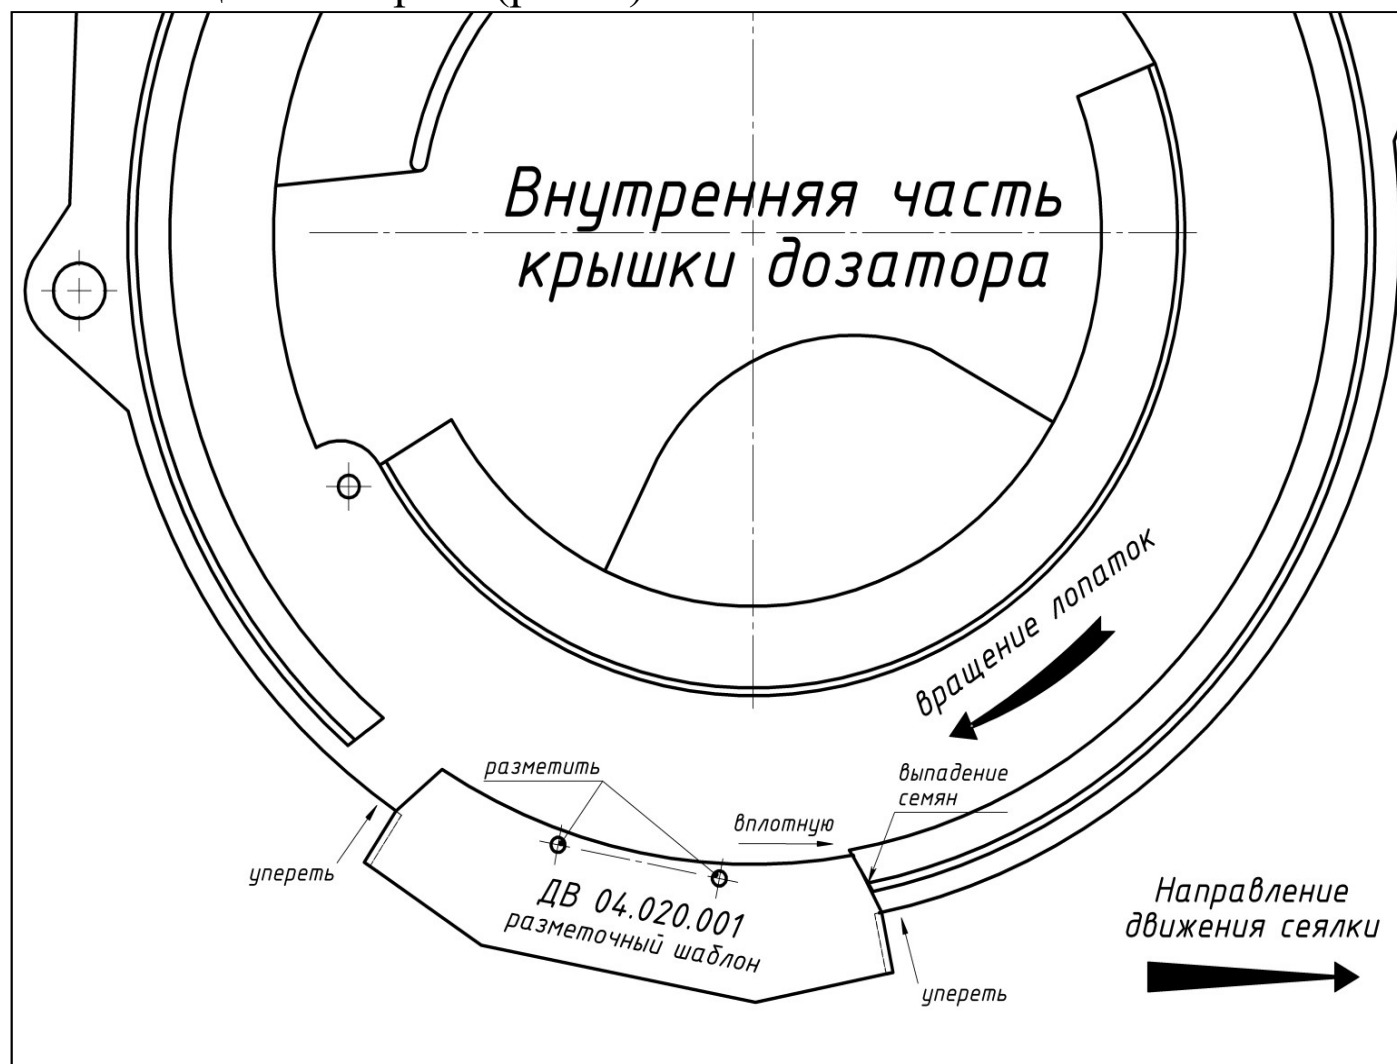

рис.1
- используя разметочный шаблон (ДВ 04.020.001 идет в комплекте) (приложение 1), отметить на крышке места сверления отверстий, для этого разметочный шаблон установить боком вплотную к ребру треугольной формы на крышке (в месте выброса семян), а отгибы шаблона упереть в крышку высевающего аппарата (рис. 1)